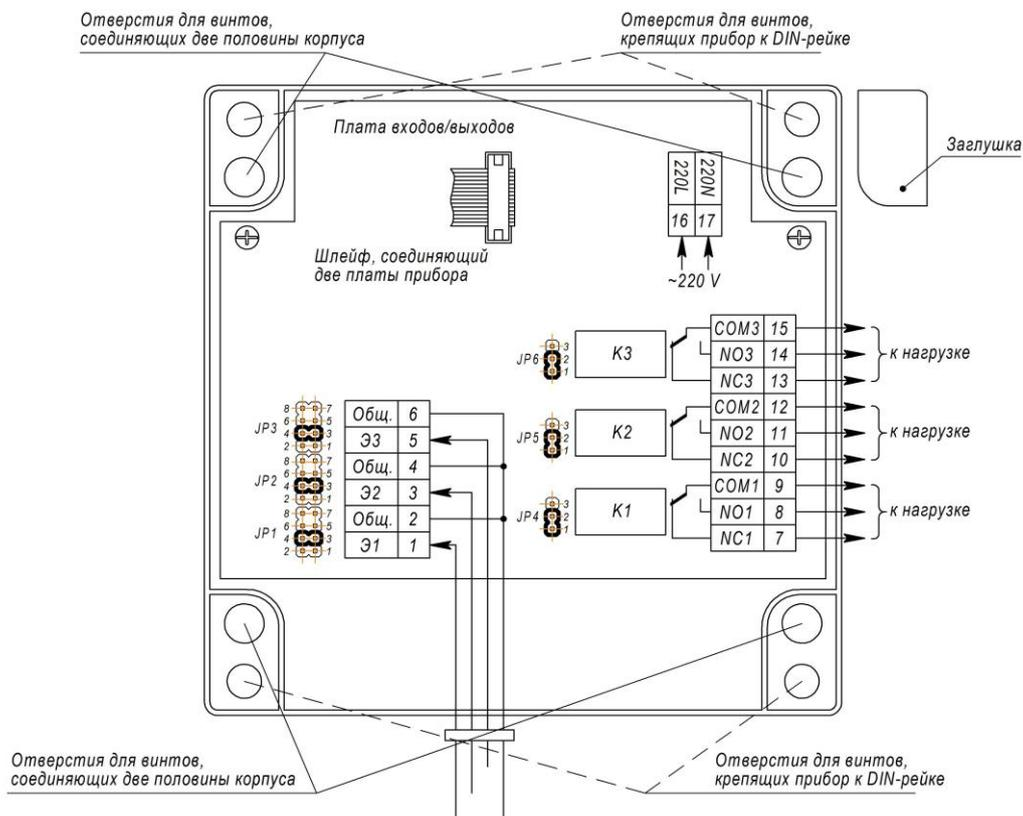

Рисунок 4.2 – Схема подключения внешних сигналов к плате входов/выходов PCY-31
4.3.2 Перед установкой блока приведите в соответствие положение перемычек JP1-JP6 на плате входов/выходов (см. рис. 4.2) согласно конкретному технологическому объекту (см. табл. 4.3.1, 4.3.2). Перемычки JP1-JP3 служат для настройки чувствительности канала контроля уровня к электропроводящим свойствам жидкостей, JP4-JP6 – для управления состоянием выходных реле.